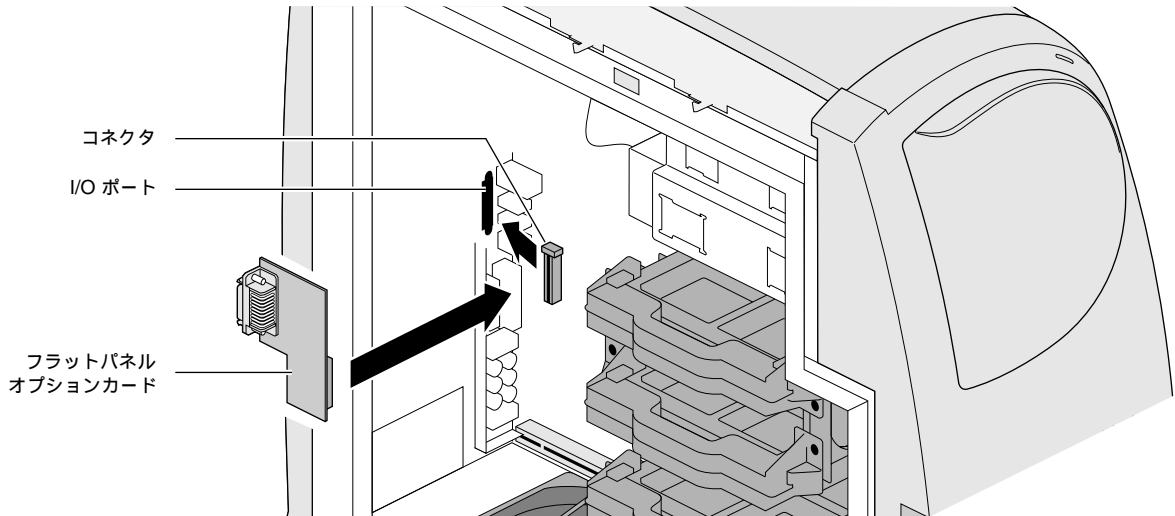

図 5-9 フラットパネルオプションカードの挿入
8. 本体内側の、電源の下にあるフラットパネルオプションカードコネクタの位置を確認します (図 5-9)。